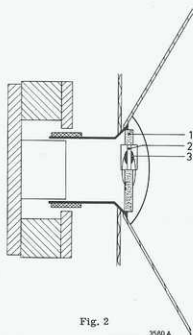

Fig. 2
Pour ce qui est de l'analyse ultérieure des circuits, il est important de connaître le fonctionnement de l'enregistreur d'accélération (fig. 2). Directement au-dessus de la fixation de la bobine mobile il a été fixé une platine inspirée de L. Cette platine comporte un trou où entre deux blocs de caoutchouc; il a été collé un élément élastique (2). De par cette position, l'élément peut basculer et réagit de ce fait aux accélérations coniques. A chaque accélération, une tension dépendant de cette accélération sera fournie. Sur l'élément élastique, des deux côtés, il a été appliqué une goutte de soudure (3) fixant les fils. Parce que l'élément doit posséder une certaine masse précise, le poids de ces gouttes de soudure doit aussi être absolument précis. Comme on peut le voir dans le circuit (partie S403), il a encore été monté un transistor à effet de champ et deux résistances sur la platine. Grâce à la résistance de 10 MΩ, l'élément qui est une sorte de générateur capacitif, est terminé par une puissance ohmique. La courbe de fréquence sera de ce fait plate. Par cette impédance de terminaison élevée, le risque de roufflement augmente. Le TEC sert alors de convertisseur d'impédance. A l'inverse de la méthode normale, le signal est prélevé du drain, de ce fait on aura un troisième fil de connexion sur la platine.
Hinter dem Beschleunigungsmesser befindet sich eine Ver- stärkerstufe, mit der noch einige Frequenzkorrekturen reali- siert werden. Das Signal wird danach zu der soeben genannten Adresserschaltung zurückgeführt. Für eine weitere Beschreibung der Schaltungen ist es zweck- mässig, erst die Funktion des Beschleunigungsmessers kennen- zulernen (Abb. 2). Direkt über der Befestigung der Sprechau- be befindet sich eine Printplatte (1). In dieser Printplatte ist ein Loch, in dem sich ein Keramik-Element (2) befindet, das durch zwei Gummiblöcken (3) gehalten wird. Das Element kann hierdurch "schwanken" und auf Konusbeschleunigungen reagieren. Bei jeder Schwingung wird eine Spannung abhängig dieser Beschleunigung erzeugt. Am keramischen Element sind die Drähte an beiden Seiten mit einem Tropfen Lötlötinn befestigt (3). Da das Element ein genaues Gefüge haben muss, ist die Länge Lötlötinn genau abgemessen. Wie in der Schaltung zu sehen ist, befinden sich auf der Printplatte noch ein FET und zwei Widerstände. Mit dem 10-M Ω -Widerstand wird das Ele- ment, das eine Art kapazitiver Widerstand ist, hochomig abge- schlossen. Hierdurch verläuft die Frequenzcharakteristik flach. Infolge dieser hohen Abschlussimpedanz nimmt die Möglichkeit von Brumm zu, so dass der FET hier als Impedanzwandler dient. Im Gegensatz zu der normalen Methode, wird das Signal hier der Drainschaltung entnommen; ein dritter Anschlussdraht an der Printplatte wird hierdurch überflüssig. Um die Gate- Impedanz eines Junction-FET hoch zu halten, darf die Drain- Source-Spannung einen bestimmten Wert nicht übersteigen. Um dies zu erreichen, wurde Zenerdiode D454 zusammen mit TS433 angebracht (geradeleite Basisanode). Nach wie die Wirkungs- weise des Beschleunigungsmessers mit den zugehörigen Komponenten kennen, können die übrigen Schaltungen behandelt werden, und zwar in derselben Reihenfolge als bei der ersten allgemeinen Beschreibung (Abb. 3).